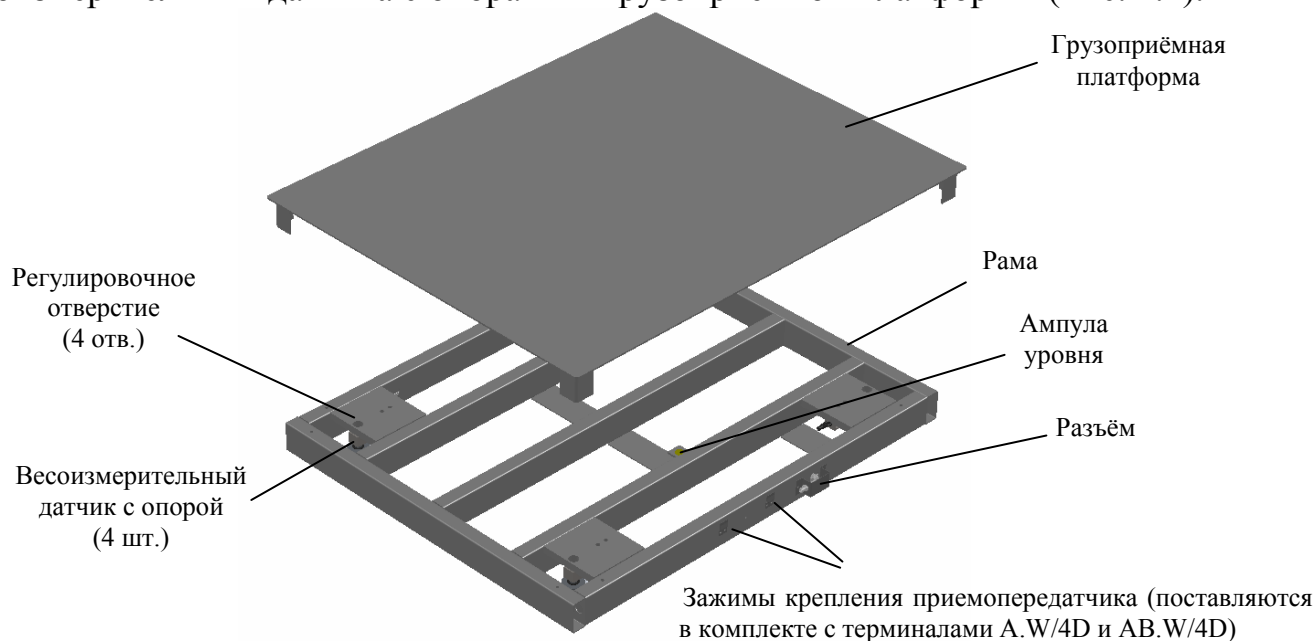

Рис. 4.1 - Модуль взвешивающий 4D-P\_
4.1 Модуль состоит из рамы, на которой установлены четыре цифровых весоизмерительных датчика с опорами и грузоприёмной платформы (Рис. 4.1).
5.1 Установить модуль на горизонтальную поверхность. Распаковать. Снять грузоприемную платформу (Рис. 4.1).
5.2 Вывинтить транспортировочные винты (8 шт.) в четырёх углах рамы и удалить транспортировочные опоры и картон (Рис. 4.1).